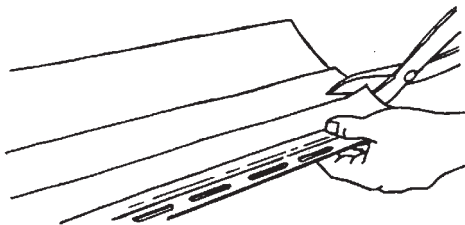

Figura 22.
- Si usa tijeras de hojalatero, no cierre las tijeras completamente al final del corte, para obtener un corte más limpio y uniforme (Figura 22).